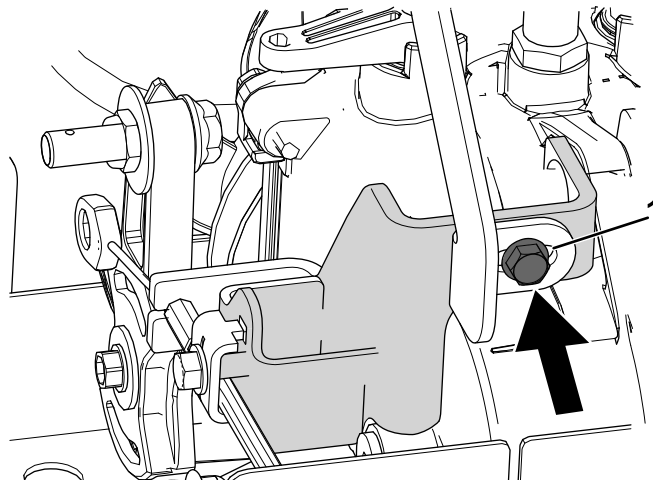

Figura 13
ao suporte da transmissão hidrostática superior (Figura 13).
4. Aperte o parafuso (1/4 x 5/8 pol.) que prende o suporte da transmissão hidrostática ao suporte da transmissão hidrostática superior (Figura 13).